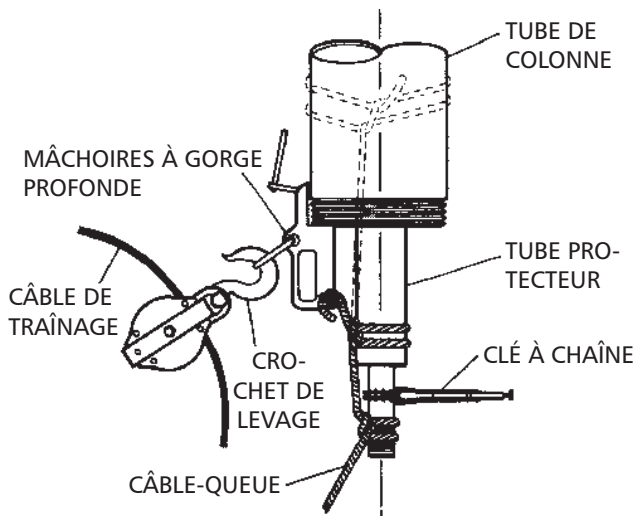

Figure 6
1. Avant de poser le tube de colonne de refoulement inférieur, y insérer un tronçon de tube protecteur (654) et de ligne d'arbres (646).
2. Fixer deux colliers de levage solidement juste sous le manchon (645) ou la bride (637) du tube de colonne.
- Relier les colliers au crochet de levage par une élingue. Poser des mâchoires à gorge profonde (fig. 6) au bout inférieur du tube de colonne (642). À l'aide d'un câble-queue, attacher avec un nœud de cabestan ou deux demi-clés les mâchoires au tronçon de tube protecteur et au filetage du tronçon de ligne d'arbres. Une autre méthode de fixation du tube de colonne est montrée en pointillé.